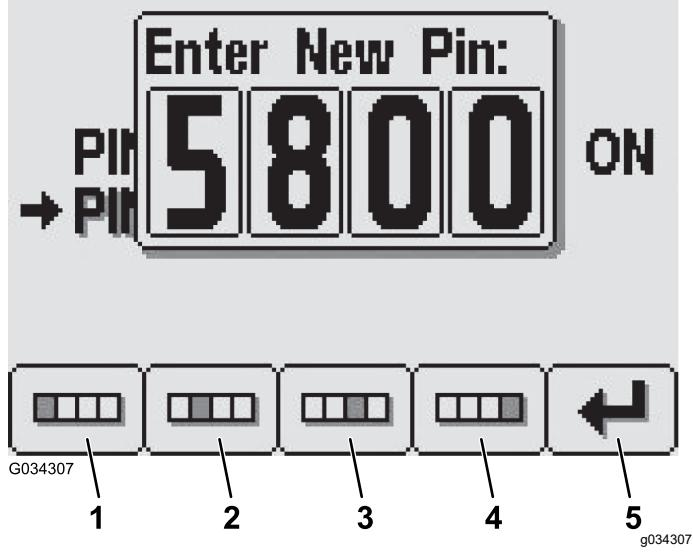

Рисунок 28
5. На экране ввода нового ПИН-кода нажмите кнопки с 1 по 4, чтобы ввести новый ПИН-код. После завершения ввода ПИН-кода нажмите кнопку 5 (Рисунок 28).